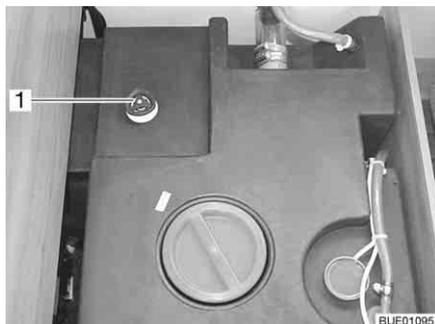

Fig. 197 Reservatório da água com manípulo rotativo
- No reservatório da água, gire o manípulo rotativo (Fig. 197, 1) em sentido contrário ao dos ponteiros do relógio para lá da resistência até ao encosto, para abrir completamente o orifício de esvaziamento.